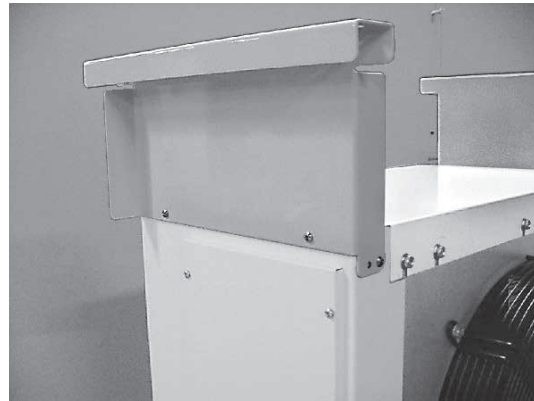

Bild 17
2. Montage der Deckenkonsolen gemäß Bild 17.